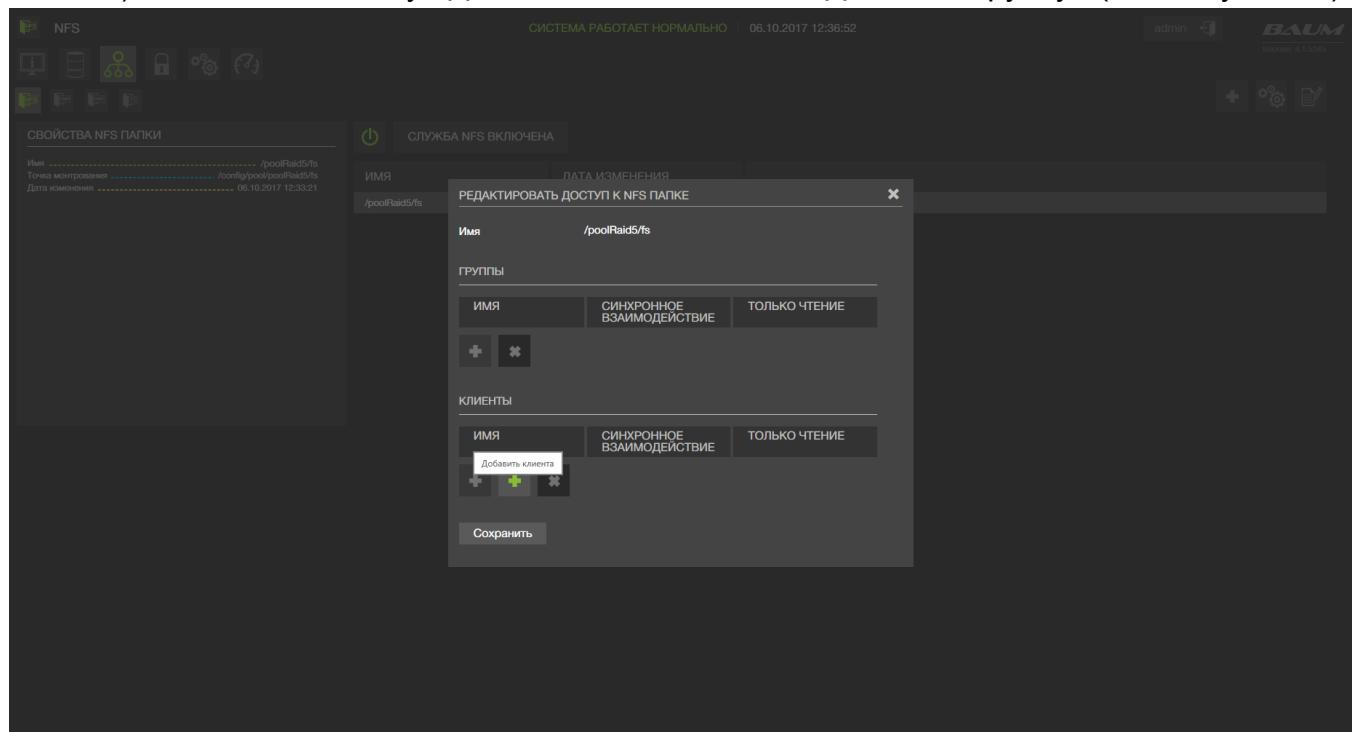

Рисунок 58 – Добавить клиента к NFS папке
4) Нажать на кнопку «Добавить клиента» или «Добавить группу» (см. Рисунок 58)